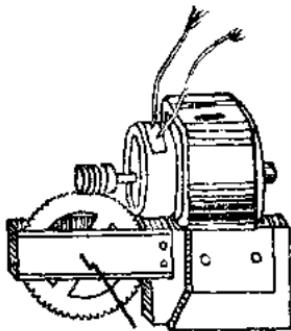

图 33
- (iv) 如果齿轮组在上横梁底板上布置不下，也可省去过桥齿轮，而只用一只较大直径的齿轮，与蜗轮直接连接来减速，如图 33、34 所示。